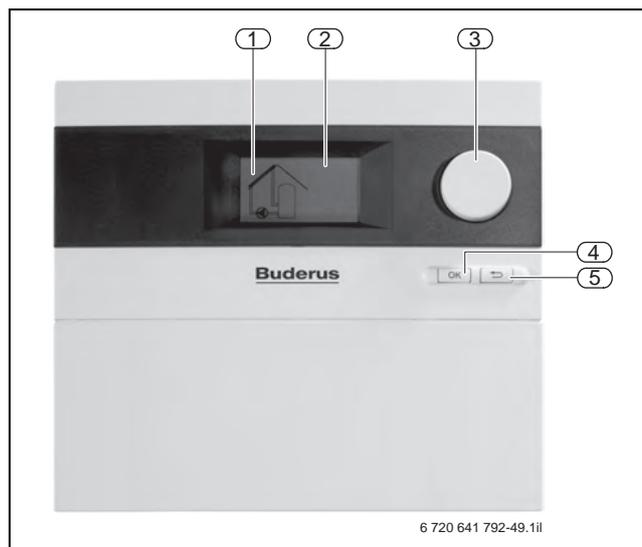

Fig. 20 Logamatic SC20
Con la manopola (→ fig. 20, pos. 3) è possibile richiamare i diversi valori dell'impianto (valori di temperatura, ore di esercizio, numero di giri delle pompe). I valori di temperatura vengono inseriti nel pittogramma mediante numeri di posizione.